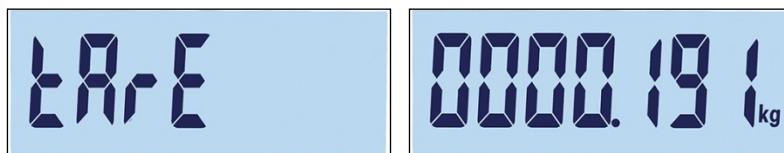

Figure 3-50 : Écrans Étiquette de tolérance positive et Réglage
- Finalement, une valeur de tare peut être définie pour l'enregistrement (Figure 3-50). Appuyez sur  pour confirmer l'enregistrement et quitter la fonction de modification d'un enregistrement.